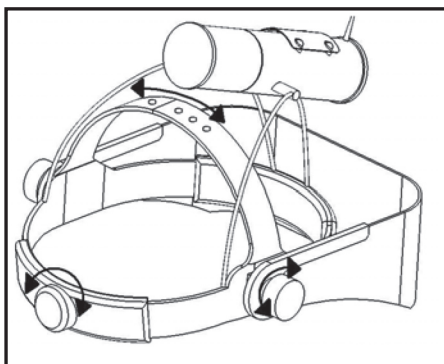

Figura 3: Ajuste del soporte para la cabeza v300/v600
Ajuste de la correa de la cabeza (Figura 3)
- 6) **¡Es fundamental que la correa superior del mecanismo para la cabeza esté ajustada para permitir que la sección posterior del mecanismo encaje debajo de la protuberancia en la base del cráneo! ¡El sistema resultará extremadamente incómodo sin este ajuste! Consulte la figura 3 a continuación.**